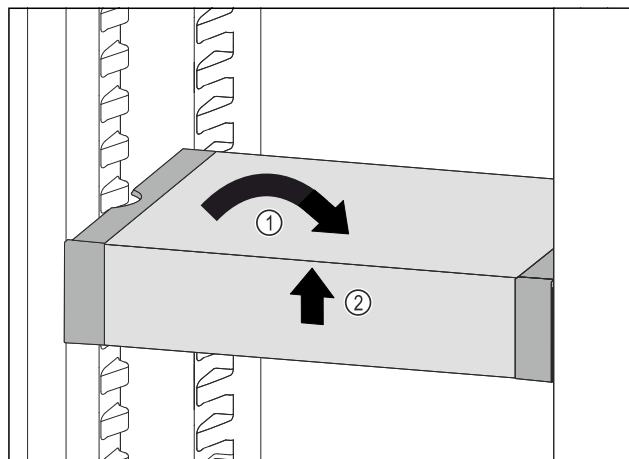

Fig. 128
- ▶ VarioSafe postavte rovně. Fig. 128 (1)
- ▶ VarioSafe vpředu zvedněte. Fig. 128 (2)